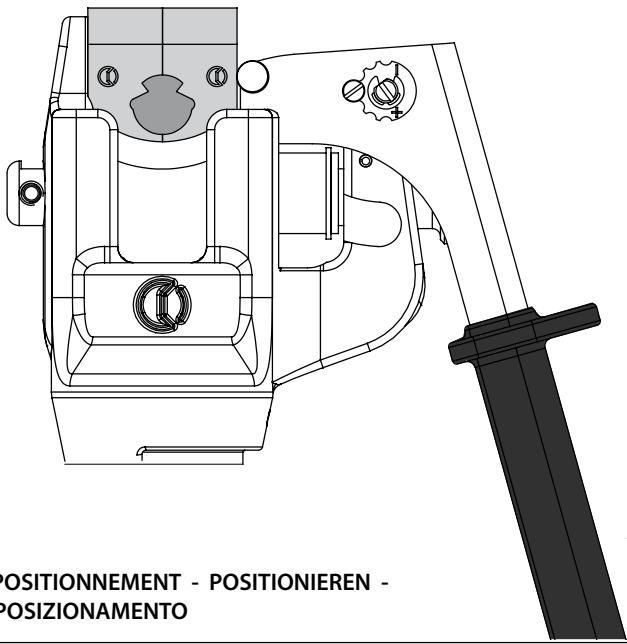

FIG. 4 POSITIONING - POSITIONNEMENT - POSITIONIEREN -
- Posizionare il conduttore all'interno del gruppo matrici in modo che la lama (10) sia in corrispondenza del punto di taglio desiderato.
- Chiudere le matrici (rif. a Fig. 3) portando la leva (17) verso il basso fino a fine corsa bloccandola in posizione; a questo punto il conduttore sarà pronto per il taglio (rif. a Fig. 4).